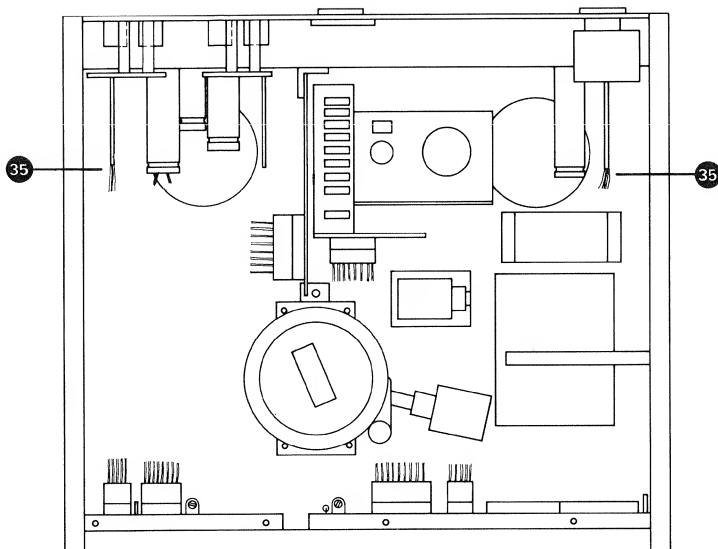

Fig. 2.12.—1
- Motoranschlussverbindungen (35) (Fig. 2.12.—1) aus Wickelmotorsteuerung (A8 bzw. A10) abziehen.